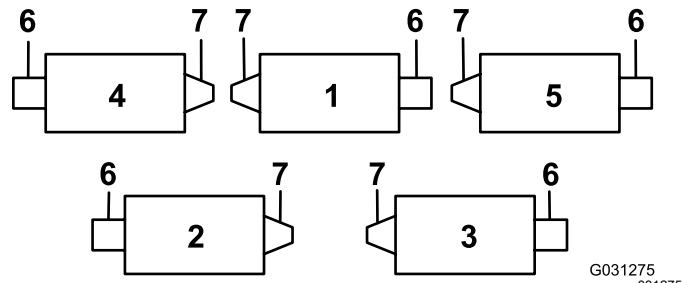
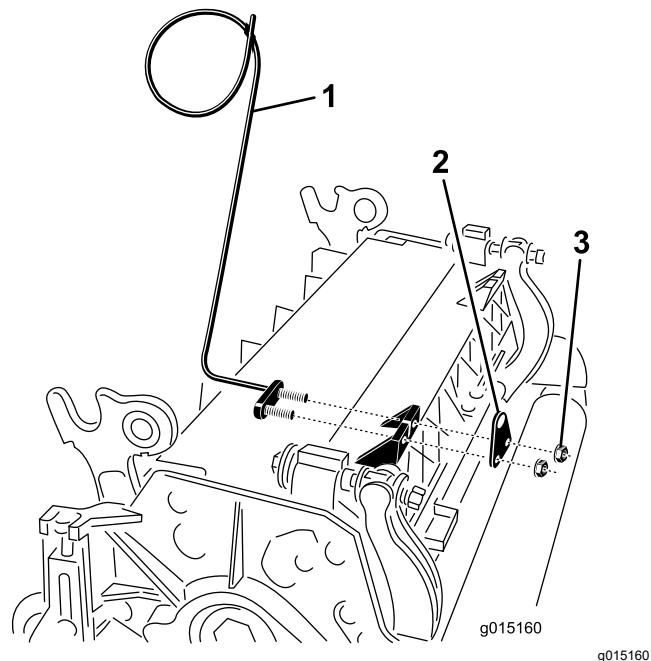

Figura 6
Figura 7
- Na unidade de corte 4 (frontal esquerda) e na unidade de corte 5 (frontal direita), utilize as porcas de montagem do suporte da barra para instalar os guias de tubos na frente dos separadores da unidade de corte. Os guias de tubos devem inclinar para a unidade de corte central (Figura 6, Figura 7, Figura 8).